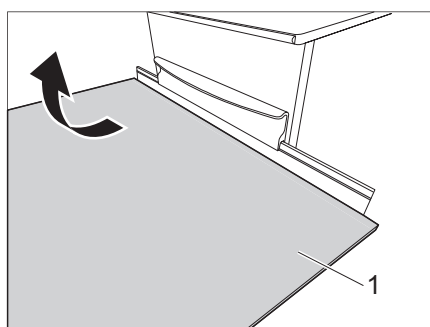

Figura 32 Ajustar tablero de mesa
- Girar tablero de mesa (Figura 32,1) hacia arriba y colocar el pie de apoyo (véase el capítulo 7.6.2).